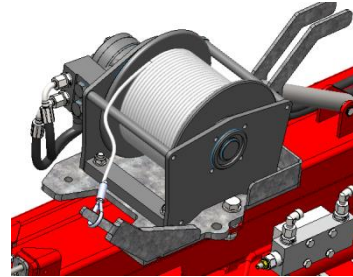

Abbildung 34
- Kontrollieren Sie, ob das Windenseil ordentlich und fest auf die Trommel gewickelt ist, falls nicht, abrollen und straff aufrollen (siehe *Abbildung 34*).